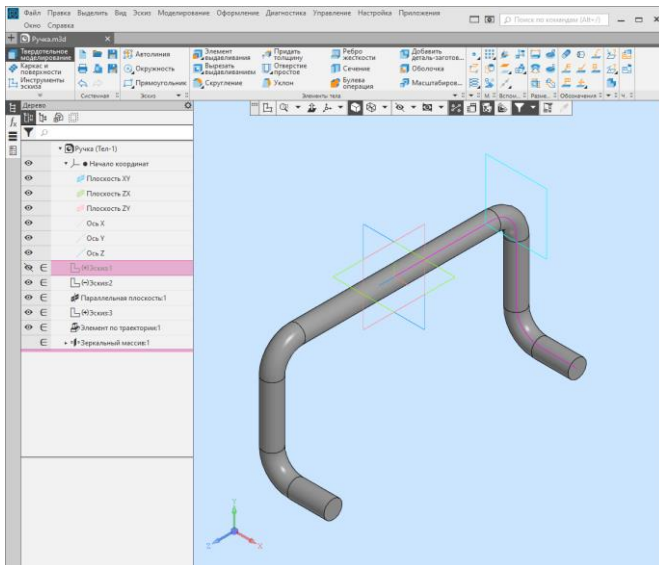

Рис. 34.
33). Нажать и . Результат построения на рис. 34.